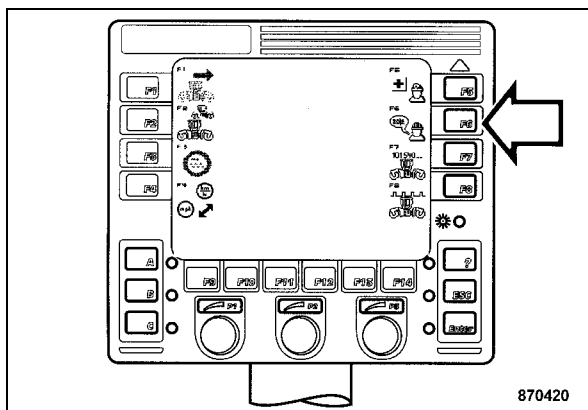

Fig. 81
- Pulsar la tecla "F6" (Fig. 81).